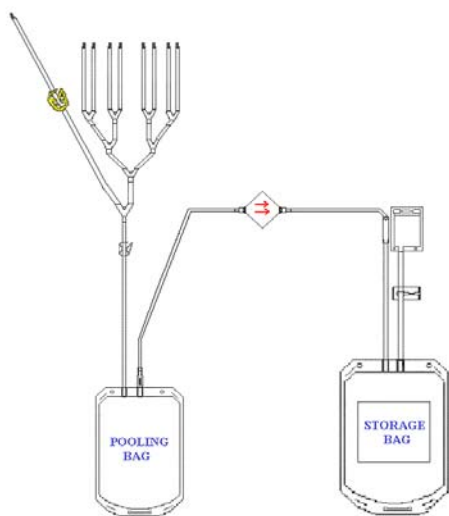

Figura-1
Composto da una sacca da 700 mL provvista di 8 tubetti per la connessione ai buffy coats (BC) ed un tubetto per la diluizione con la soluzione additiva (PAS), il filtro in linea Sepacell™ PLX-5 per la leucodeplezione piastrinica collegato ad una sacca di conservazione piastrine da 1300 mL provvista di sacchettina da 100 mL (Figura 1).